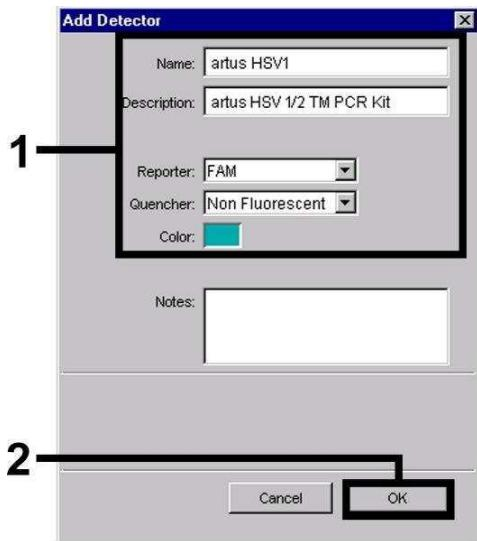
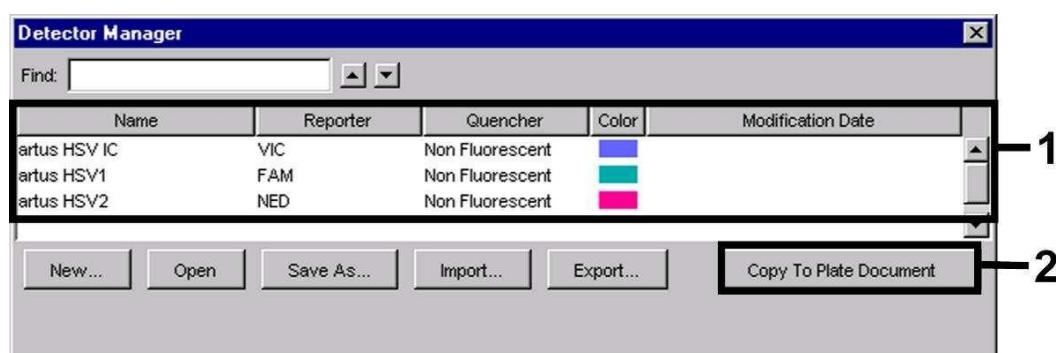

Fig. 12:Criação do detector específico do HSV-1 (Detector Manager).
Fig. 15: Selecção dos detectores (Detector Manager).
Para a detecção de ADN do HSV-1 ou HSV-2, defina na janela que agora aparece (de acordo com as Fig. 12 até 14) a combinação de Reporter/Quencher **FAM/Non Fluorescent ou NED/Non Fluorescent** e, para a detecção do Controlo interno, seleccione a combinação **VIC/Non Fluorescent**. Ao confirmar as definições (OK) retornará ao *Detector Manager*. Marque os detectores que acabaram de ser criados e transfira cada selecção para o nível *Setup*, clicando na opção *Copy to Plate Document* (ver Fig. 15). Feche a janela (*Done*).